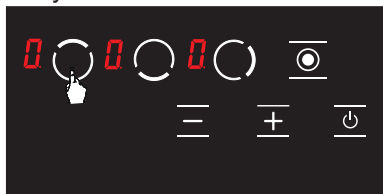

Рисунок 15
2. Нажмите кнопку выбора левой верхней конфорки (☉) еще раз. (см. Рисунок 15)